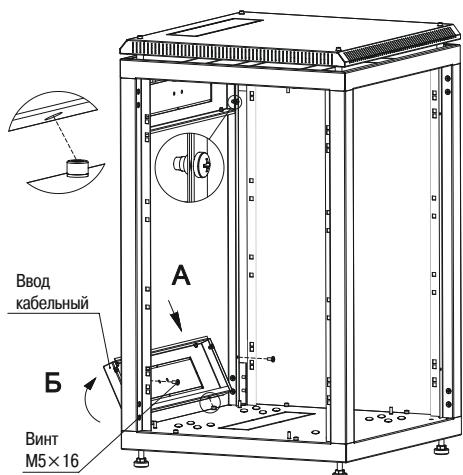

Рисунок 5 – Установка кабельных вводов
3.1.5 Для установки вводов кабельных состыкуйте посадочные круглые отверстия вводов с винтами на основании (действие А), прижмите вводы к стойкам (действие Б) и закрепите винтами M5×16 с полукруглой головкой (рисунок 5).\*